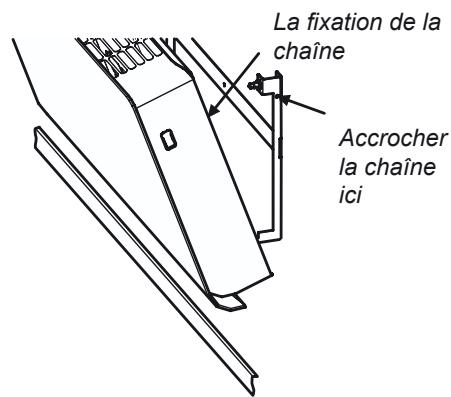

Fig. 4 Pose de la chaîne de sécurité.
3. Orienter le convecteur de 90° vers l'avant. Accrocher le convecteur en mettant la partie inférieure des consoles dans les trous circulaires qui se trouvent en bas au dos de l'appareil. Relever le convecteur et fixer la chaîne de sécurité. Le haut est ensuite mis en place sur les cliquets de la console. Le convecteur reste accroché à la console par la chaîne de sécurité même si les cliquets sont défaits (lors du nettoyage par exemple). Voir Fig. 4.